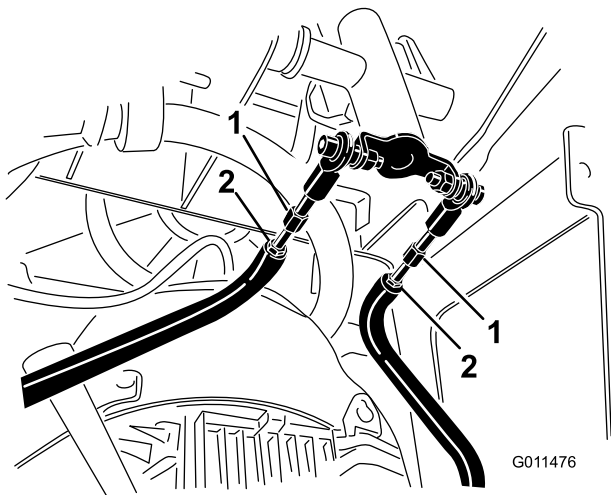

図 55
- D. 走行ロッドコントロールパネル下のジャムナットをゆるめる 図 55。